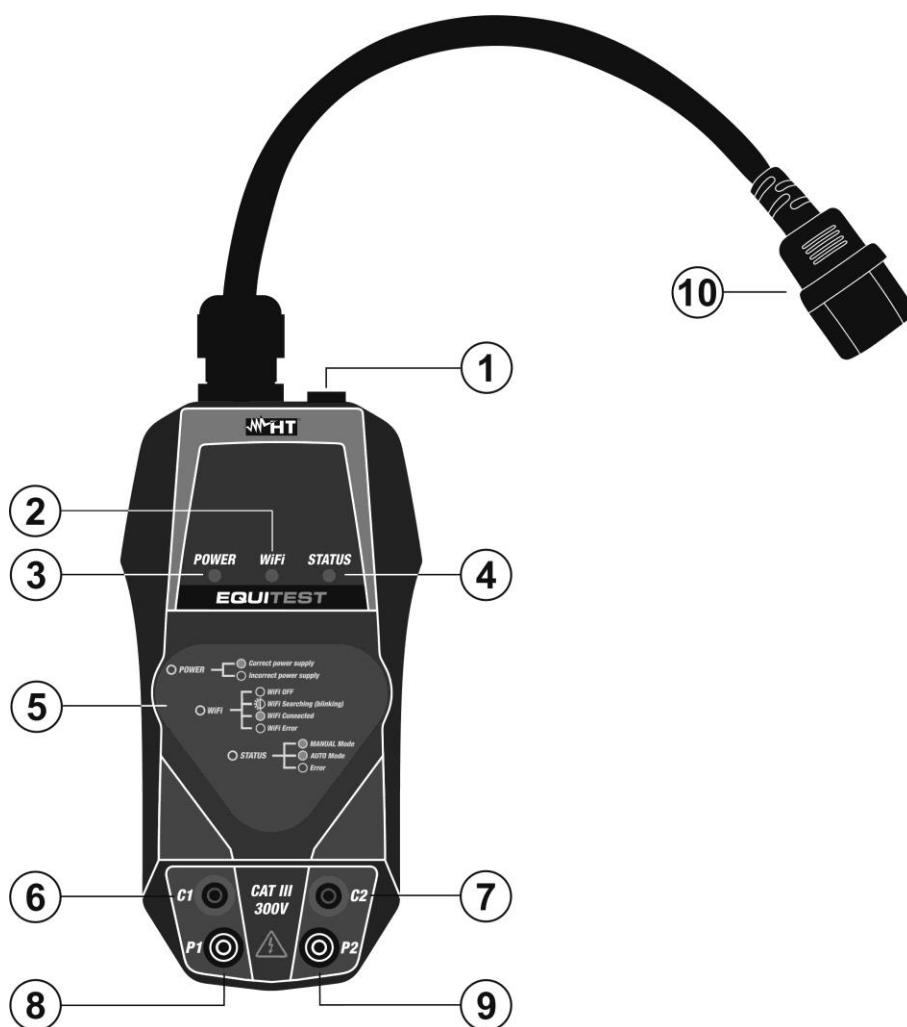
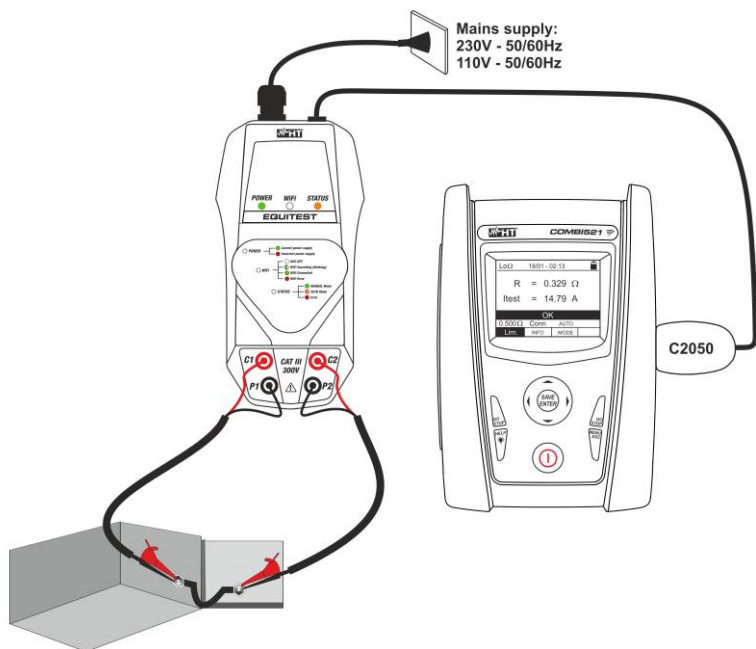

Fig. 1 Descrição do instrumento
Fig. 3 Uso do instrumento com unidade MASTER
- Ligar o instrumento à fonte de alimentação através do cabo de rede fornecido (ver Fig. 1 - parte 10). O LED **POWER** está aceso a **verde constante** para identificar a tensão de alimentação correta, o LED **STATUS** está aceso a **verde constante** para identificar o funcionamento do instrumento **em modo Manual** (ver manual do instrução MASTER), o LED **WiFi** está aceso a **verde intermitente** para identificar que o instrumento está a tentar efetuar (se disponível) uma conexão WiFi com um dispositivo móvel externo através do APP **HT Equitest** (ver § 5.2) e não possui funcionalidade na conexão com o instrumento MASTER
- Ligue o instrumento ao instrumento MASTER (ver Fig. 3) através do cabo C2050 fornecido (ver Fig. 1 - parte 1)
- Ligar os dois cabos pretos do conjunto de cabos **C7000** aos conectores de entrada **P1** e **P2** e os dois cabos vermelhos aos conectores de entrada **C1** e **C2** (ver Fig. 3)
5. Ligar os cliques de jacaré do conjunto de cabos **C7000** às extremidades do objecto de teste (ver Fig. 3)
7. Com o **modo Automático** seleccionado no instrumento MASTER (medição activada sem utilizar o botão **GO/STOP**) verificar se o LED **STATUS** está aceso em **laranja constante** e ligar os clips do jacaré às extremidades do objecto de teste (ver Fig. 3) para ativar automaticamente o teste.
1. Ligar o instrumento à fonte de alimentação através do cabo de rede fornecido (ver Fig. 1 - parte 10). O LED **POWER** está aceso a **verde constante** para identificar a tensão de alimentação correta, o LED **STATUS** está aceso a **verde constante** para identificar o funcionamento do instrumento em modo Manual